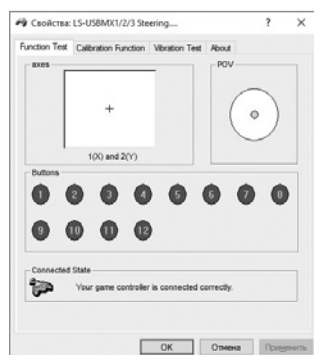

Рис. 9
- Для проверки и настройки в режиме «DirectInput» выберите «Свойства» в окне «Игровые устройства», при этом всплывет окно «Свойства: LS-USBMX1/2/3 Steering...». Во вкладке «Function Test» можно проверить исполнение команд при нажатии на кнопки и вращении руля, а также проверить корректность подключения руля к ПК в строке «Connected State» (рис. 9).